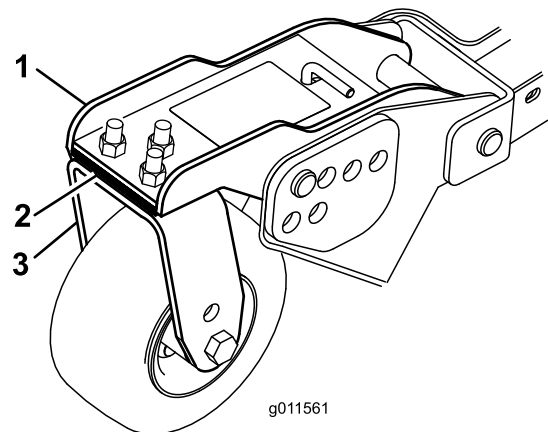

Bild 27
3. Stellen Sie die Beilagscheiben (3 mm) an den vorderen Laufradgabeln auf die entsprechende Schnitthöhe auf dem Aufkleber ein (Bild 27).
7. Wenn die innere Schnittkante des Seitmähwerks im Verhältnis zur äußeren Kante des Frontmähwerks zu hoch ist, entfernen Sie eine 3-mm-Beilagscheibe von der Unterseite des vorderen inneren Laufradarms am Seitmähwerk (Bild 27).